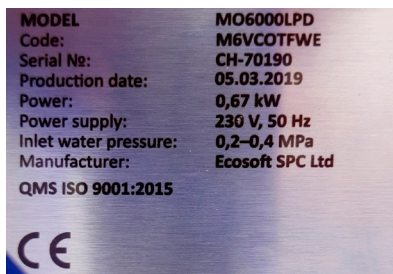

Рисунок 31. Шильд системы ОО
3. серийный номер, указанный на шильде системы ОО (см. рис. 31);